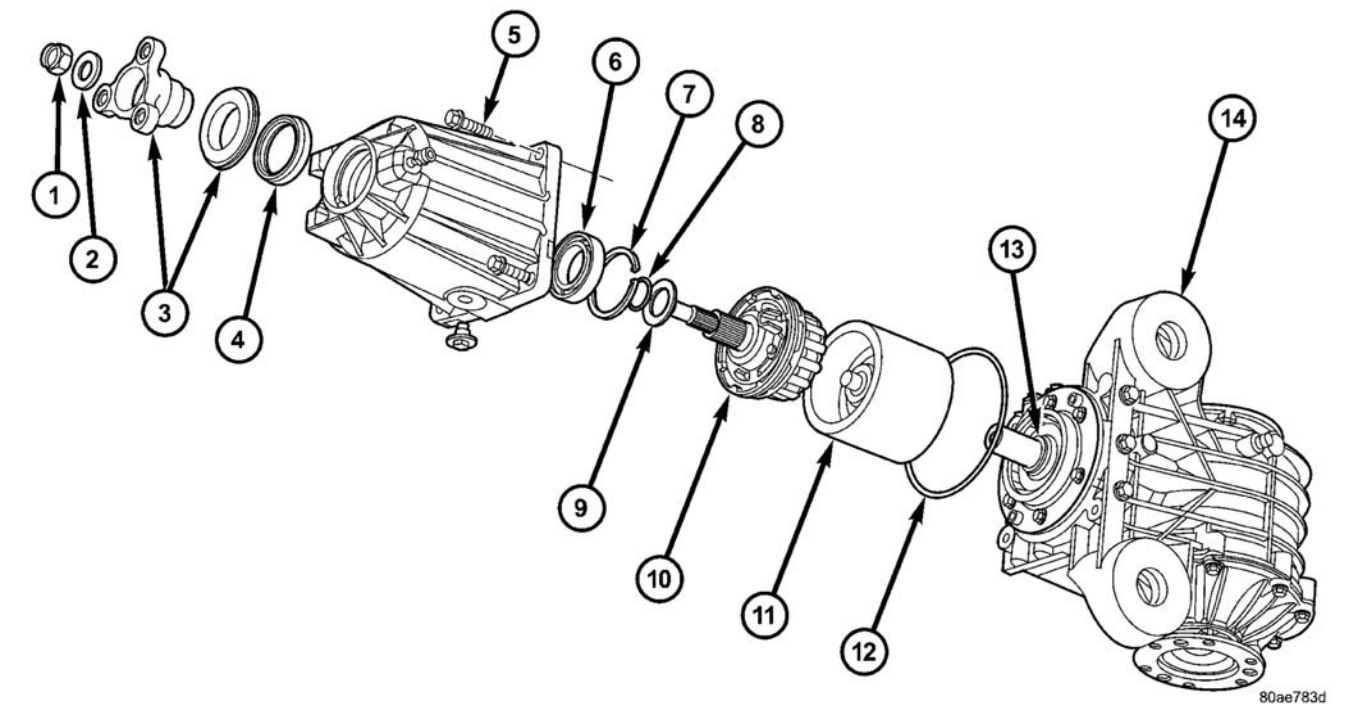

图 14 传动系统模块
（6）卸下前轴承卡环（图 14）。
（7）卸下前轴承（图 14）。
（8）从超越离合器总成卸下 O 形圈和垫圈（图 14）。
（12）从差速器总成卸下超越离合器壳的大 O 形圈（图 14）。
（2）将超越离合器壳大 O 形圈安装到差速器总成（图 14）。
(6) 将垫圈安装到超越离合器（图 14）。
(7) 将 O 形圈安装到超越离合器（图 14）。